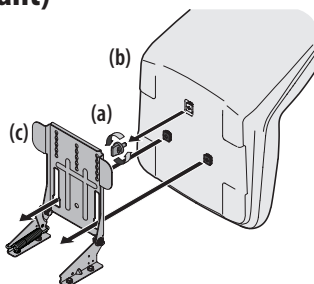

Figure 3
2. Enlevez le bouton de réglage du siège ou le boulon de réglage de 9/16 po sous le siège (b). Voir Figure 3.
3. Alignez le siège (b) avec le support de pivotement du siège (c), comme illustré sur la Figure 3, et installez le siège (b) sur le support du siège en insérant les deux encoches sous le siège (c) dans les fentes du support de pivotement (c).